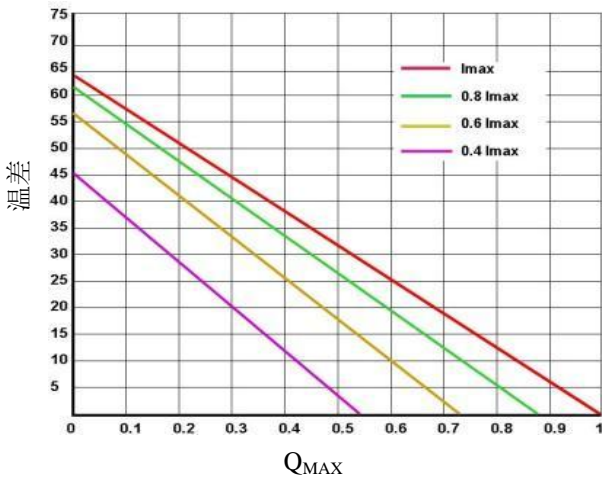
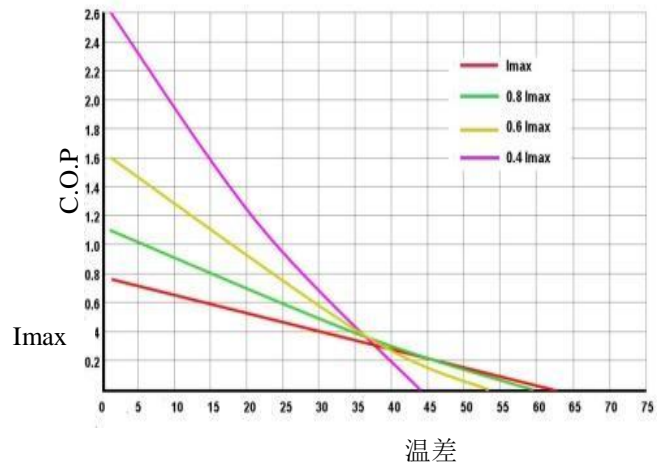

图2. 温差 vs. Q_{max}
图5. C.O.P vs. 温差
5. 用图 2 到图 5 中的图表来决定使用哪一种 TEC: 需要用散热片散多少热, 散热片的温度是多少, 等等。